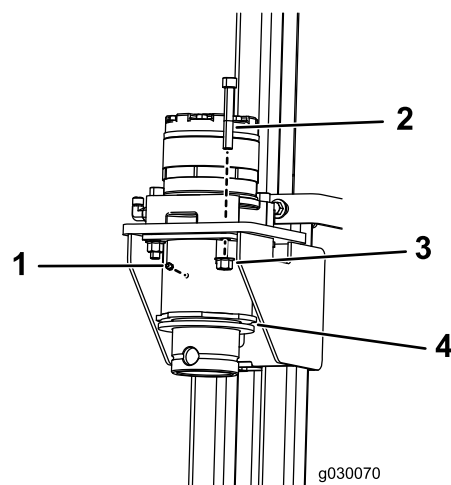

Рисунок 2
6. Снимите имеющиеся и установите новые муфты с помощью 8 болтов (M12-1 3/4 x 80 мм), 8 контргаек (M12) и 2 масленок для консистентной смазки (Рисунок 2).